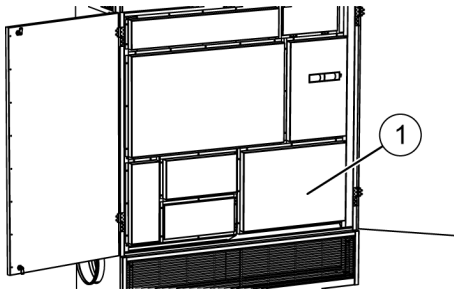
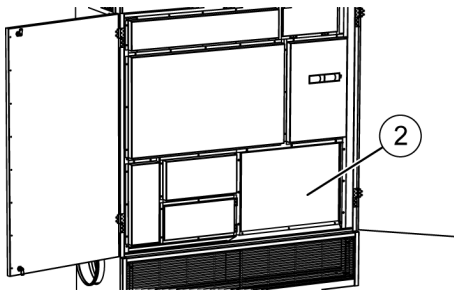

Abb. 119: Deckel abschrauben
Abb. 120: Deckel abschrauben
- 9.** ➤ Deckel (Abb. 119/1) abschrauben und Staubablagerungen entfernen.
- 10.** ➤ Deckel (Abb. 120/2) abschrauben und Staubablagerungen entfernen
- 12.** ➤ Deckel (Abb. 120/2) und Deckel (Abb. 119/1) wieder montieren.